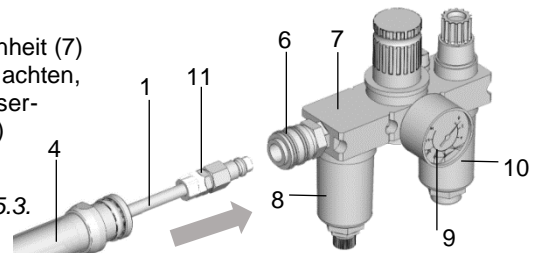

Abb. 5.3 – Druckluft-Schlauchanschluss
6) Einhandkupplung (6) (mit Dichtring) in Wartungseinheit (7) (mit Filterdruckminderer) schrauben. Dabei darauf achten, dass die Wartungseinheit in der Reihenfolge: Wasserabscheider (8), Druckmanometer (9), Ölnebler (10) montiert ist. s. *Abb. 5.3*.
7) Stecknippel (11) in Kupplung (6) stecken. s. *Abb. 5.3*.